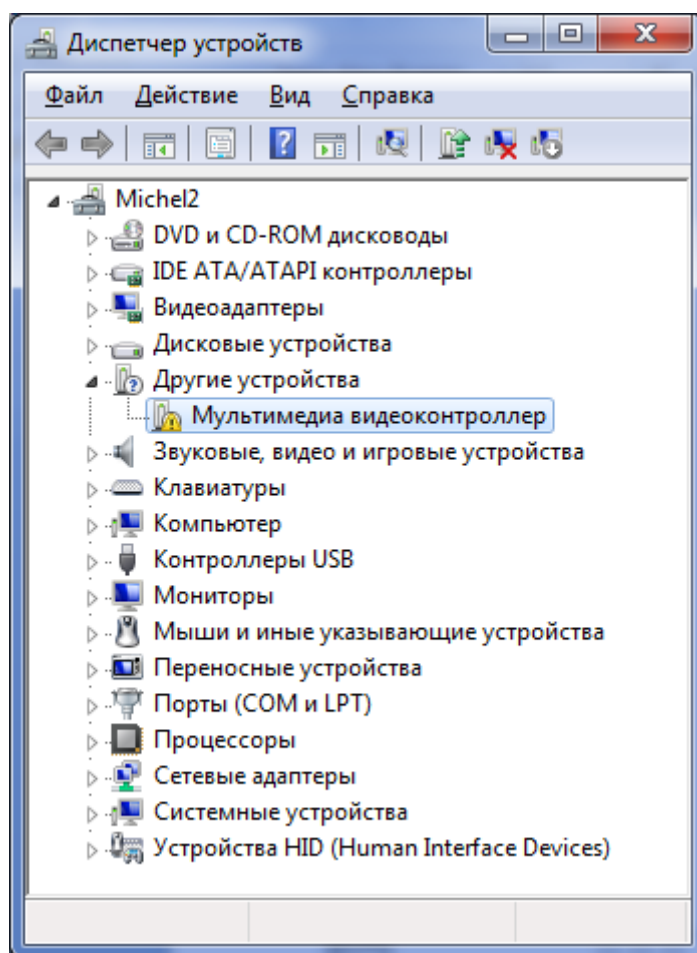

Рис.8. Вид окна "Диспетчер устройств"
3.3.3 Откройте панель «Диспетчер устройств» *Microsoft Windows*. Для этого последовательно выберите **ПУСК**→**Панель управления**→**Система**→**Диспетчер устройств**. Вид панели «Диспетчер устройств» показан на рис.8.